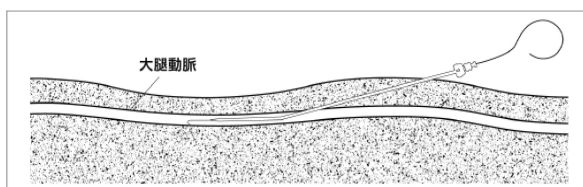

図 2. ダイレクション
(7) 出血を手指で抑えながら、バルーン用ガイドワイヤ 0.64mm (0.025inch) × 1500mm を穿刺針のカニューラに挿入する。	(7) 出血を手指で抑えながら、シース用ガイドワイヤ 0.88mm (0.035inch) × 800mm を穿刺針のカニューラに挿入する。
(8) ガイドワイヤが胸部大動脈内まで入ったところで、カニューラを抜去する。	(8) ガイドワイヤが血管内に十分な長さまで入ったところで、カニューラを抜去する。
(9) ガイドワイヤ末端より拡張用ダイレータを挿入し、体表から血管までの組織をダイレーションする。(図 2 参照)	(9) ガイドワイヤ末端よりシース用ダイレータがセットされたシースを挿入し、体表に 2cm 程度残るまで血管内に進める。
(10) ガイドワイヤを残したまま、拡張用ダイレータを抜去する。手指で皮膚を圧迫し、出血を抑える。	(10) シースのみを残し、ガイドワイヤとシース用ダイレータを抜去する。
(11) クランプ等を用いて切開部	(11) バルーン用ガイドワイヤ